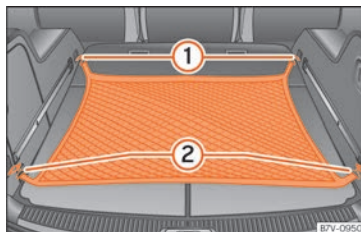

Fig. 177 En el maletero: red para equipaje colgada.
- Enganche la red para equipaje en las argollas de amarre » » fig. 177 ① y ②.
- Desenganche los ganchos de la red para equipaje de las argollas de amarre » » fig. 177 ① con cuidado.
- Desenganche los ganchos de la red para equipaje de las argollas de amarre » » fig. 177 ② con cuidado.